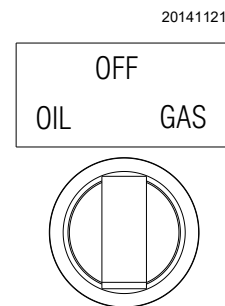

Fig. 33
- el selector combustible en posición "**GAS**" (Fig. 33).